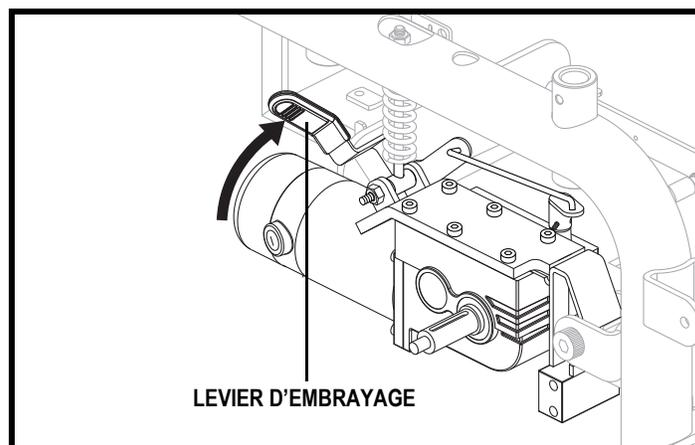

Figure 8. Mode de traction (embrayé)
2. Tirez sur le levier sur chaque moteur pour embrayer les moteurs et passer en mode de fonctionnement. **Voir la figure 8.**
2. Assurez-vous que le fauteuil est bien embrayé. Voir la figure 8.